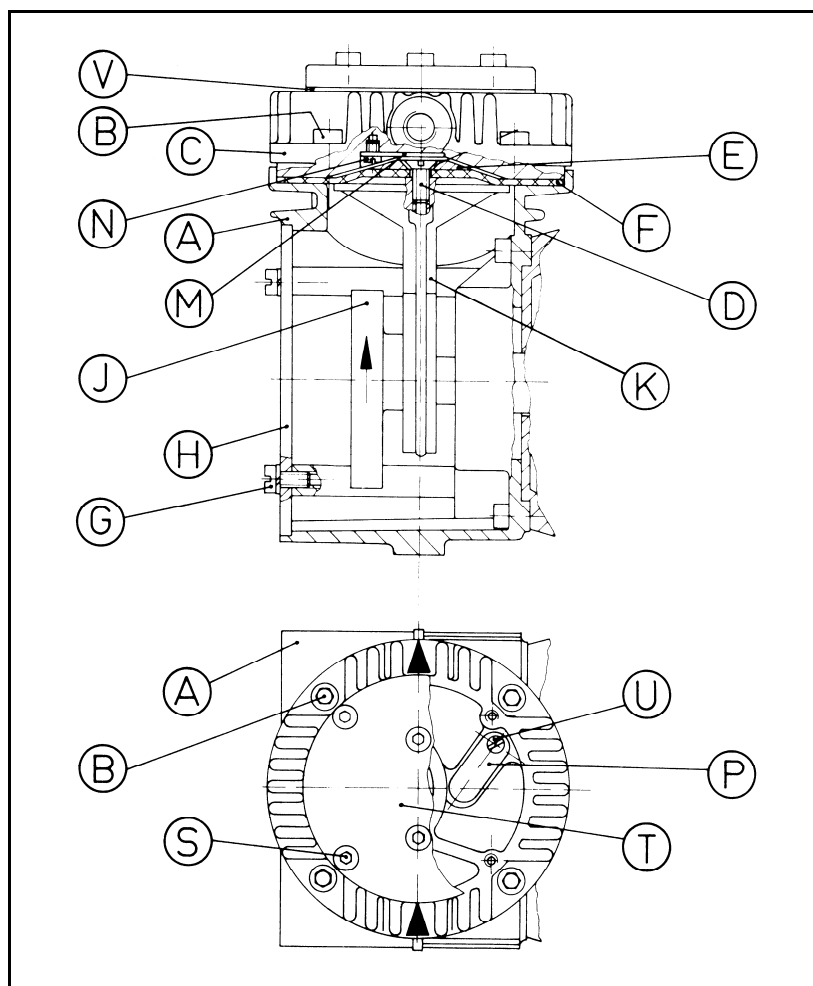

Fig. 6: componenti della pompa nei modelli con testata in alluminio
**come da fig. 6
Sostituzione della membrana e delle valvole	➔ Controllare la tenuta dei tubi flessibili. ➔ Eventualmente, serrare a croce le viti (B) e (S) con cautela (v. fig. 6).
*come da fig. 6